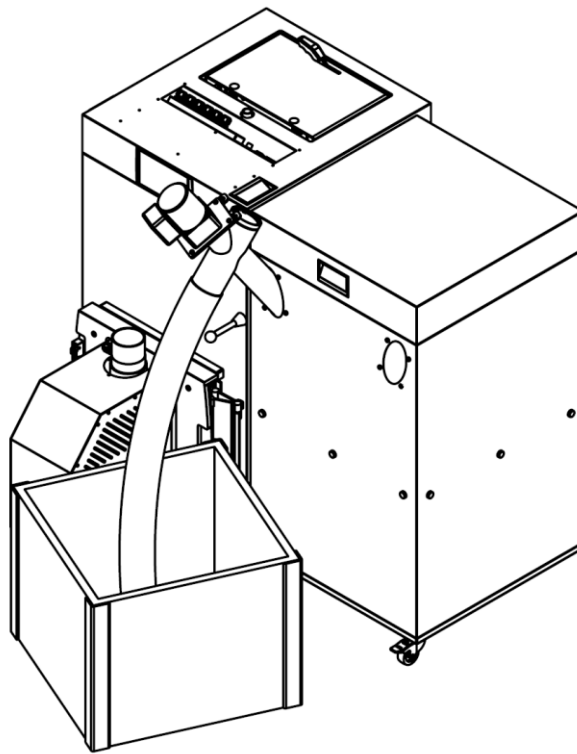

Abb. 16a. Überschütten des Brennstoffs vom Förderer in den Behälter.
1. Vor der Inbetriebsetzung des Kessels ist die Schnecke im Förderrohr des Pelletbehälters (Pos. 18 in Abb. 1) mit Brennstoff zu füllen. Zu diesem Zweck ist das flexible Fallrohr des Förderers (Pos. 16 in Abb. 1) zu trennen und z.B. in einem Eimer, Kasten etc. zu sichern, um ein Verschütten des Brennstoffs zu vermeiden (Abb. 16a). Anschließend ist das Versorgungskabel des Getriebemotors des Schneckenförderers von der Anschlussleiste des Kessels abzustecken und mit Hilfe des mitgelieferten Verlängerungskabels an das Stromnetz anzuschließen. Der so direkt angeschlossene Getriebemotor soll so lange in Betrieb bleiben, bis das Förderrohr vollständig mit Brennstoff gefüllt ist, was etwa 12 Minuten andauert. Sobald nach dieser Zeit Pellets in den Eimer geschüttet werden (Abb. 16a), ist der Getriebemotor auszuschalten und das Versorgungskabel wieder mit der Anschlussleiste auf dem Kesseldeckel zu verbinden. Danach kann das Wellenrohr wieder am stählenden Förderrohr befestigt werden (Pos. 19 in Abb. 1).